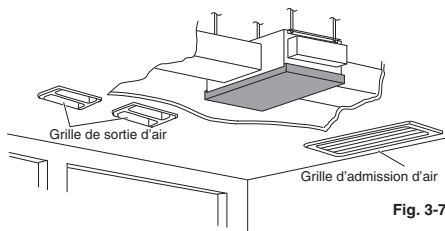

Fig. 3-7
- Obturer tous les espaces des trous de passage de tuyauterie de l'unité avec de l'isolant ou un matériau similaire pour empêcher toute fuite d'air. (Fig. 3-7)